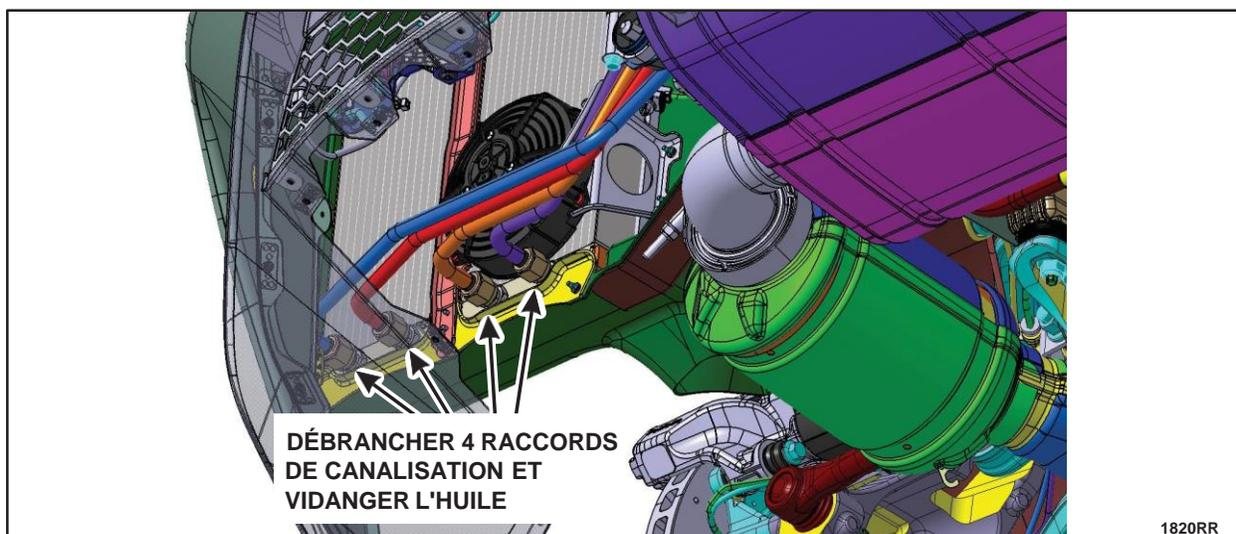

FIGURE 2
4. Débrancher les quatre raccords de canalisation depuis les refroidisseurs d'huile de boîte de vitesses et vidanger l'huile. (Figure 2)